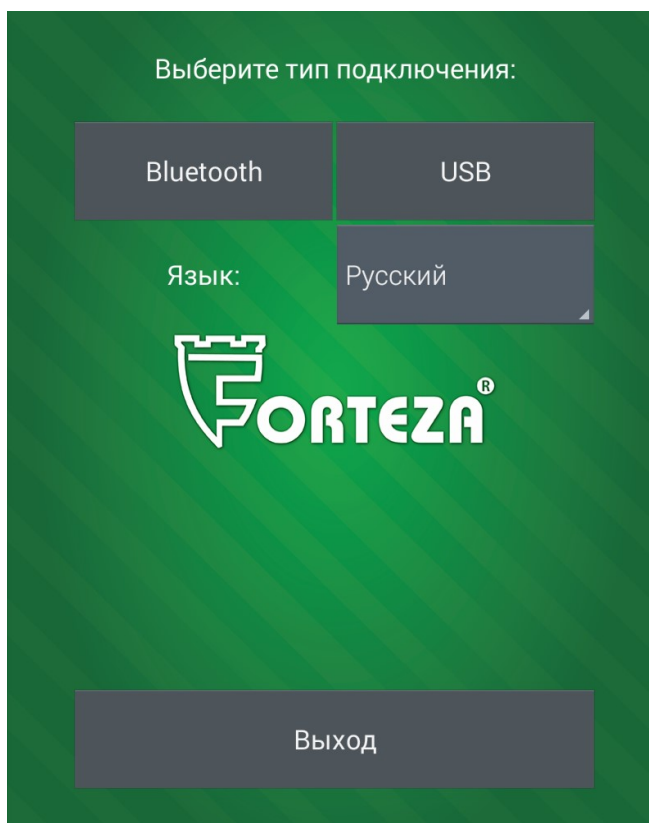
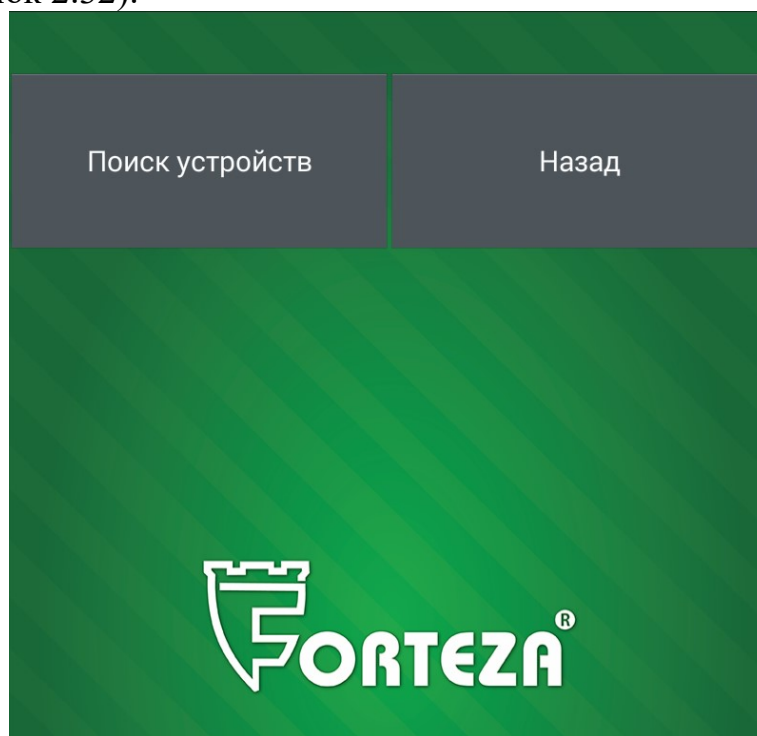

Рисунок 2.24
Рисунок 2.32
2.3.7.4.1.2 Запустить на Android устройстве программу «**FM UNI**» (рисунок 2.24).
2.3.7.4.5 Выбрать тип подключения «USB» (рисунок 2.24). Откроется окно программы (рисунок 2.26).
2.3.7.5.1 Запустить на Android устройстве программу «FM UNI» (рисунок 2.24).
2.3.7.5.3 Выбрать тип подключения «Bluetooth» (рисунок 2.24). Bluetooth на Android устройстве автоматически включится и откроется окно программы (рисунок 2.32).